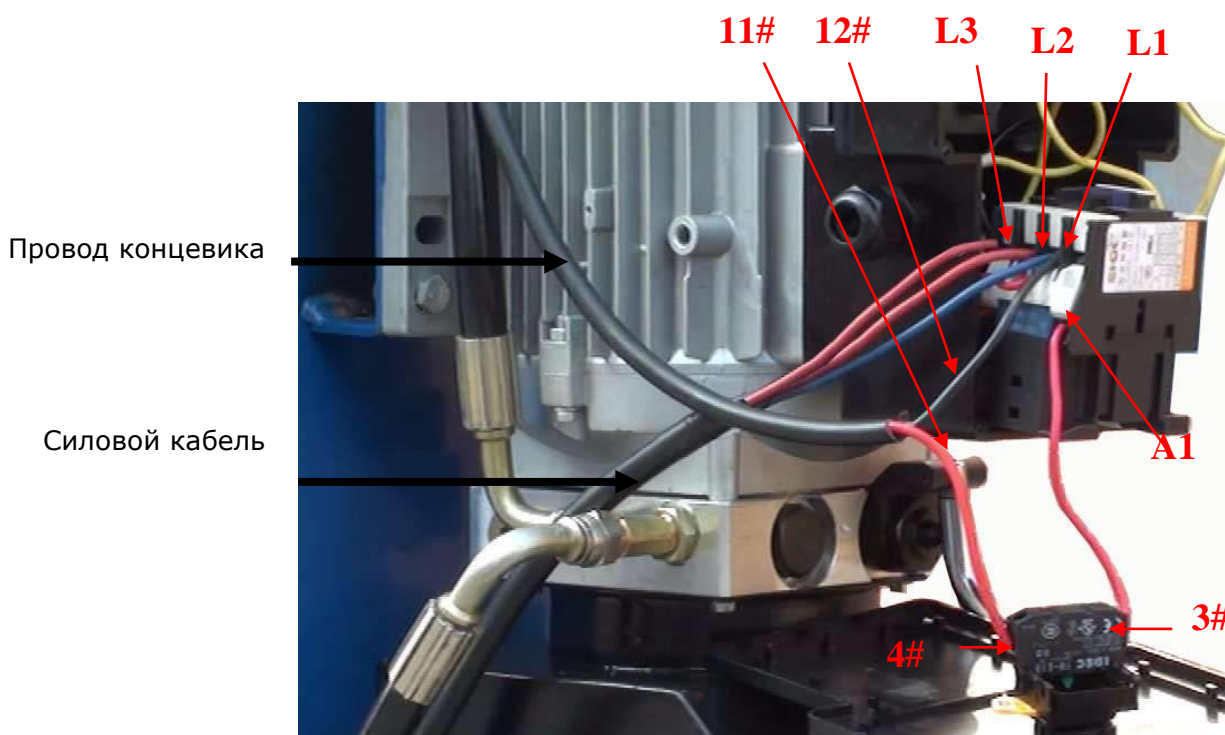

Рис. 45
3. Шаги подключения (см рис. 45)